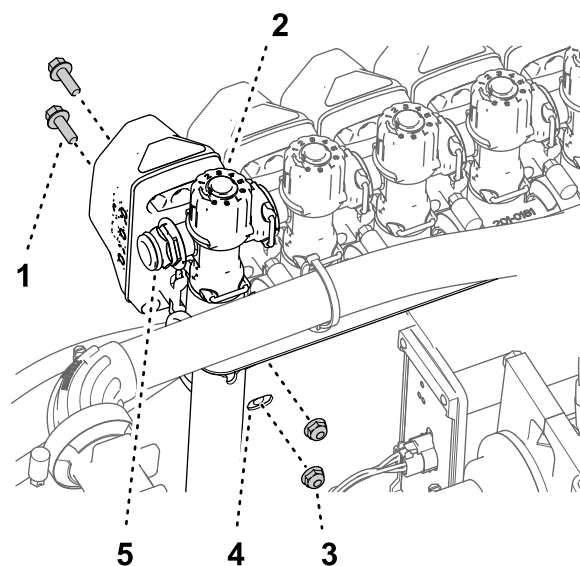

Figura 107
- Monte a válvula do bico 10 na montagem da válvula (Figura 107) com os dois parafusos de cabeça flangeada (¼ pol. x ¾ pol.) e as duas porcas de bloqueio flangeadas (¼ pol.) que retirou no passo 2 de Retiração das válvulas de secção da montagem do coletor (página 35).